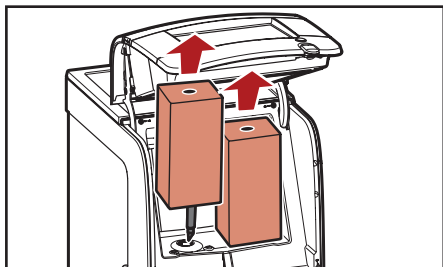

Fig. 5.8 - Remover los paquetes
3. Quitar los paquetes del producto (fig. 5.8).